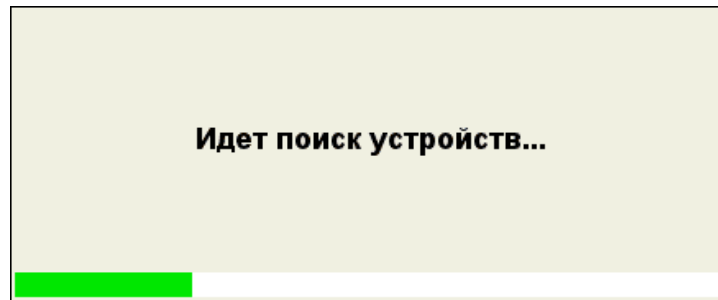

Рисунок 39
- откроется информационное окно (рисунок 39).